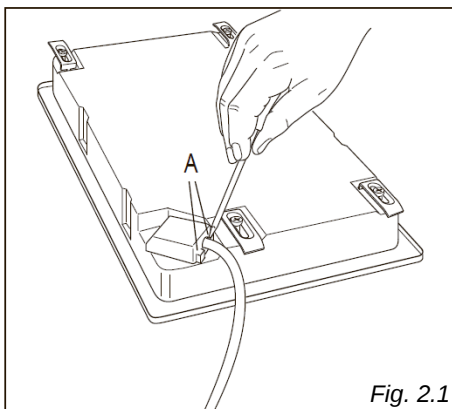

Fig. 2.1
- Întoarceți plita și desprindeți capacul plăcii cu borne, introducând o șurubelniță în cele două cârlige „A” (fig. 2.1).